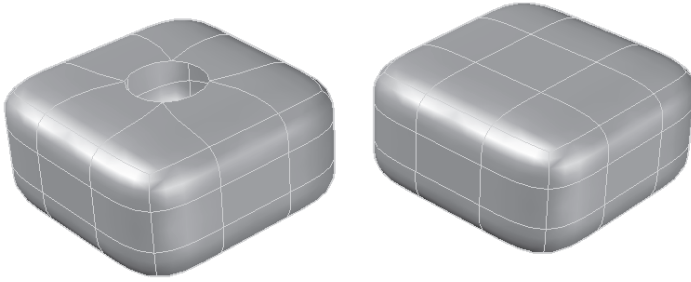

Abb. 14.38: Loch in Netzfläche (durch LÖSCHEN entstanden) mit LOCH SCHLIEßEN repariert
- **LOCH SCHLIEßEN** – Wenn in einem Netz ein Loch entstanden ist, wie im Beispiel (Abbildung 14.38) durch LÖSCHEN einer Fläche, kann es mit LOCH SCHLIEßEN und nach Wahl der Randkurven wieder geschlossen werden.